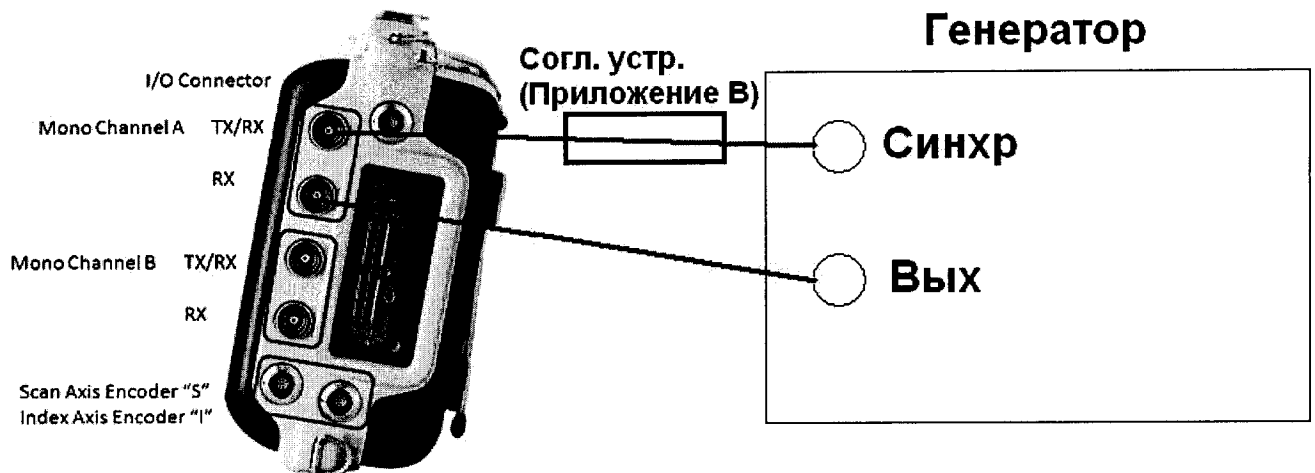

Рисунок 4
9.5.1.1 Для имитации эхо-сигналов, приходящих на приемник дефектоскопа, применяется генератор импульсов точной амплитуды, рисунок 4.